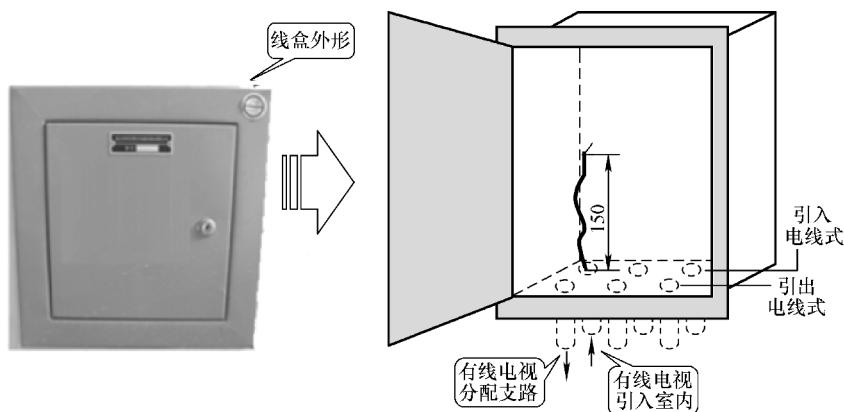

图6-31 常见的入户线盒
1) 有线电视线经过入户线盒引进室内，入户线盒有塑料材质和金属材质的，这里采用金属材质的入户线盒，如图6-31所示为常见的入户线盒。